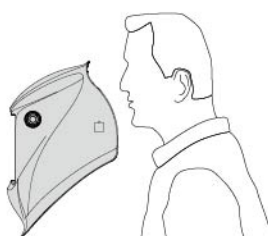

fig.11
- Oriente o invólucro do capacete de modo a que o interior do capacete fique virado para o peito (ver fig. 11).